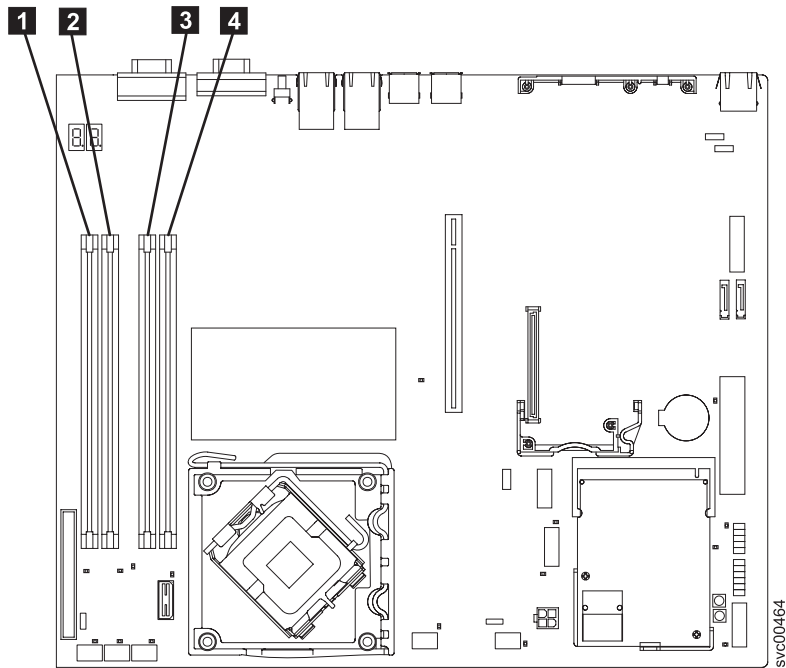

図96. SAN ボリューム・コントローラー 2145-8A4 メモリー・モジュールの見つけ方
- SAN ボリューム・コントローラー 2145-8A4: これらのモジュールには、128ページの図96に示すように、**1** から **4** の番号が付けられています。